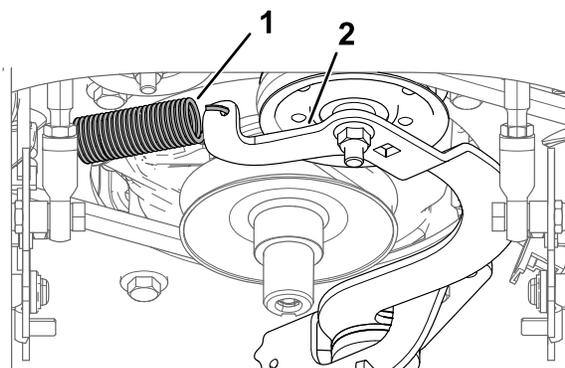

Рисунок 58
6. Вставьте ключ с храповым механизмом в квадратное отверстие в рычаге натяжного ролика, чтобы снять натяжение ремня (Рисунок 58).
10. Зацепите пружину за держатель пружины. Используйте ключ с храповым механизмом, чтобы натянуть пружину и дать возможность ремню пройти поверх кромки натяжного шкива (Рисунок 58).